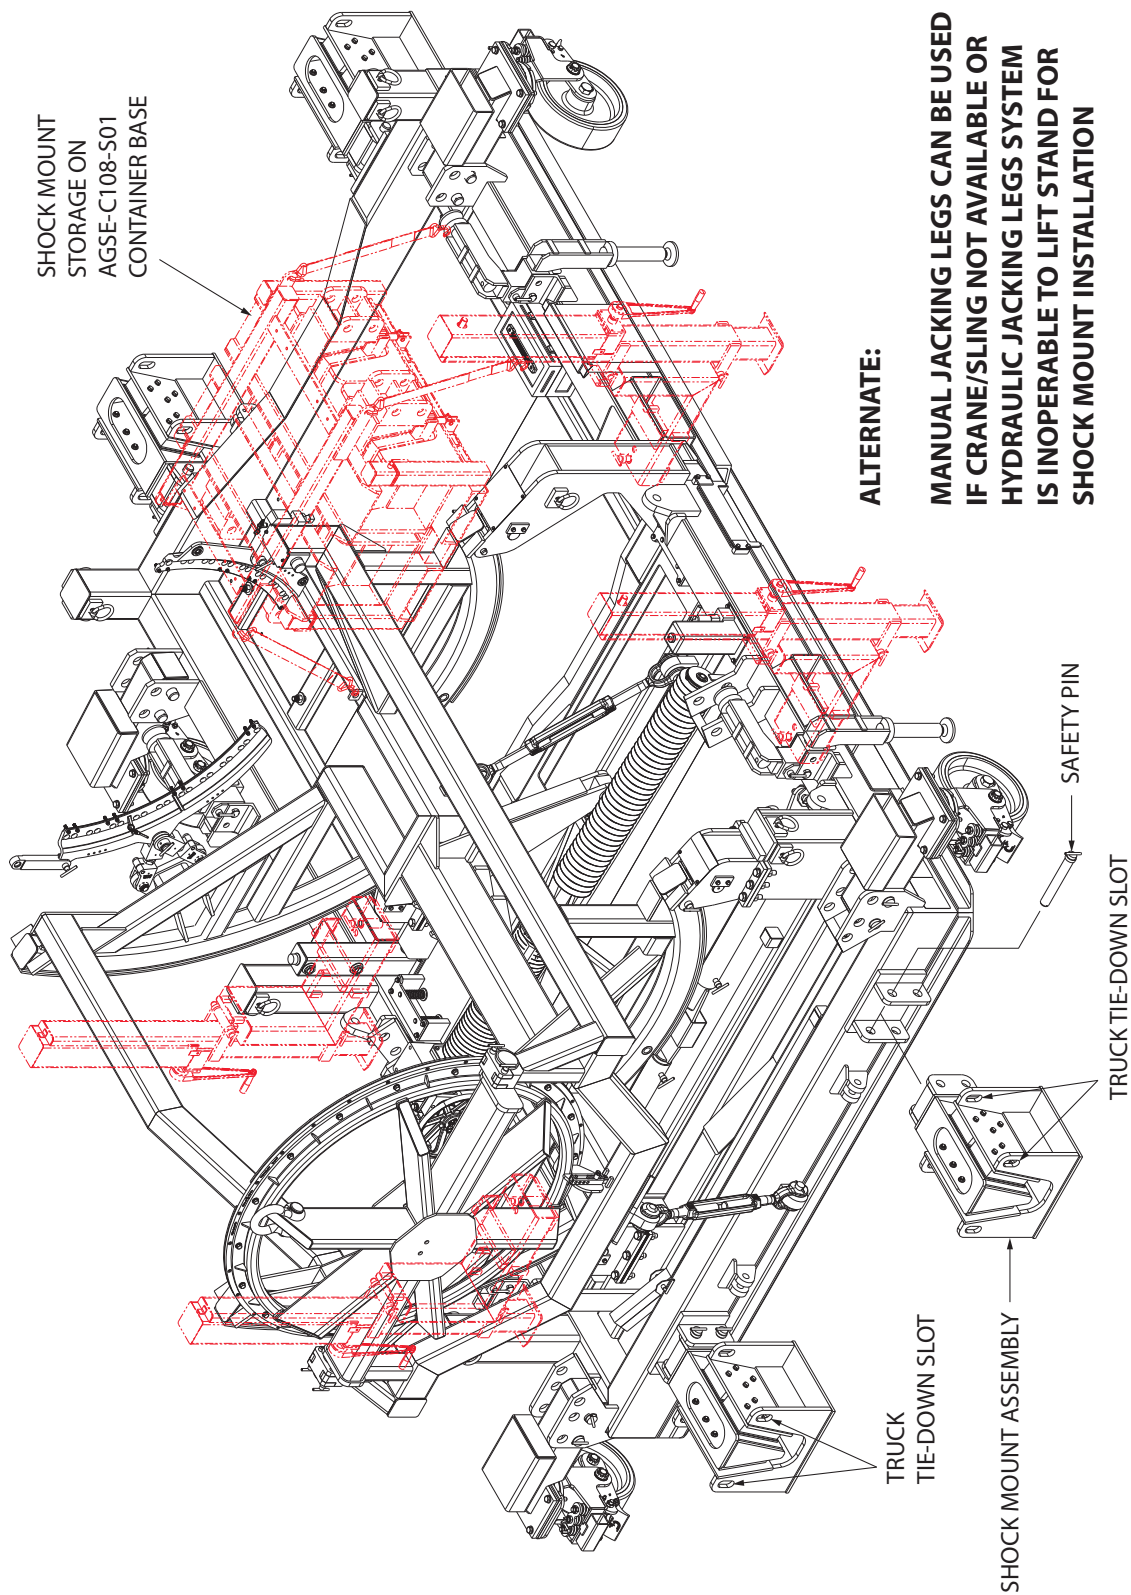

Abbildung 5.8-1 Shock Mounts Installation Using Hydraulic Jack Legs
5.8 Dämpferhalterungen Nutzung und Installation (Abbildung 5.8-1)